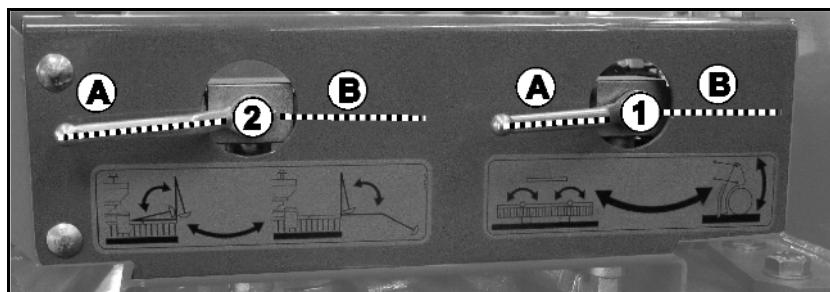

Рис. 98
1. Установите шаровой кран (Рис. 98/2) в положение **B**.
5. Установите шаровой кран (Рис. 98/2) в положение **A**.
8. Установите шаровой кран (Рис. 98/1) в положение **A**.